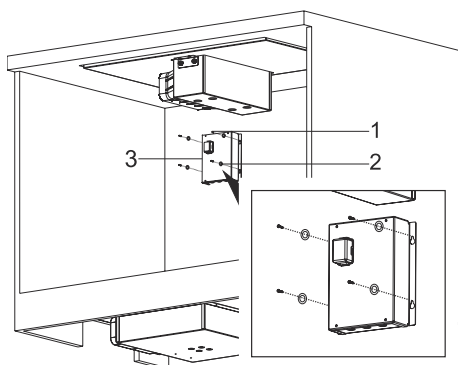

Fig. 20
10. Montera nu styrboxen inuti skåpet och använd 4 x M4 & 4 x 3,9x22 brickor och skruvar till detta (Fig. 20).